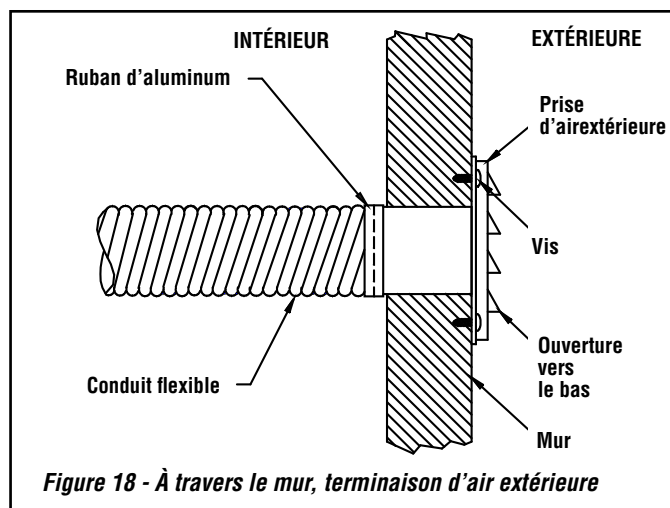

Figure 18 - À travers le mur, terminaison d'air extérieure
- Le registre d'admission d'air ne doit pas être installé à plus de dix (10) pieds (3050 mm) au-dessus de la base du poêle.
- Faites une ouverture de 4-1/4 po. (110 mm) dans le mur extérieur de la maison à l'emplacement choisi. De l'extérieur, placez le registre d'air dans l'ouverture (les persiennes ouvertes vers le bas) et fixez le registre au mur avec les vis tel que montré (*voir Figure 18*).
- Fixer la gaine sur la prise du poêle (*voir Figure 18*). En vous servant du ruban d'aluminium (inclus), enroulez le ruban autour du joint entre le conduit flexible et les entrées d'air.